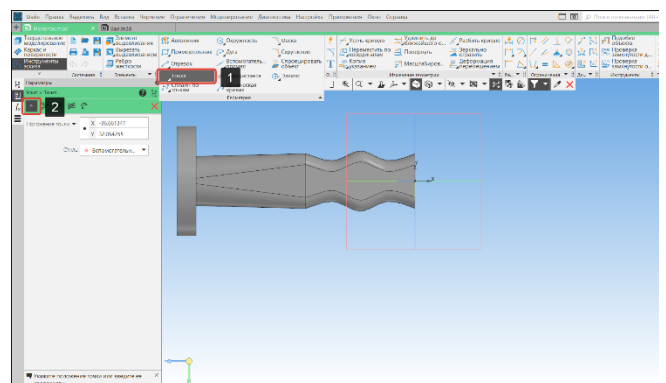

Рисунок 147 – Команда точка
- В панели геометрия выберем команду точка (1) подоперация точка (2) (Рисунок 147);